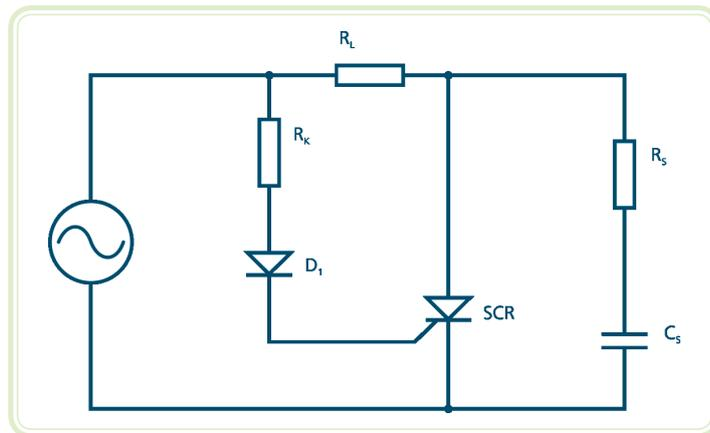

Figura 6.12: Circuito do Exercício 1 – circuito
1. O circuito da Figura 6.12 é alimentado por uma fonte CA de 127 V_{rms}. Calcule os valores do resistor R_x para disparo do SCR em 2°, 15°, 30°, 60° e 90° (ângulo de disparo em relação à tensão da rede) e desenhe as formas de onda da tensão na carga R_L de 100 ohms e no SCR. Calcule o valor médio e eficaz da tensão na carga para os valores de α . Calcule também a potência dissipada. Para o cálculo do valor dos resistores no circuito de gatilho, considerar a queda de tensão do diodo D1 igual a 0,7 V.